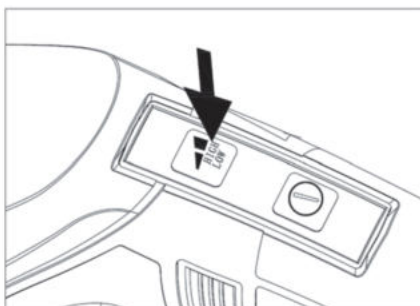

FIG. 8
- Pentru a regla viteza de funcționare a aspiratorului, apăsați butonul de reglare a vitezei; poate selecta viteză mare sau mică. (vezi FIG. 8)